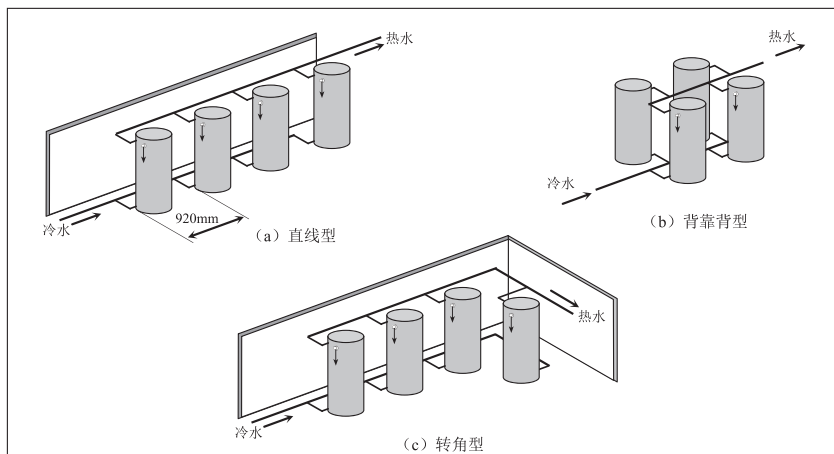

图 6
- ◆ 每台热水器之间应有足够的空间，以便于检修；每组并联的热水器可以采用直线型、背靠背型和转角型等几种排列方式。如图 6 所示。